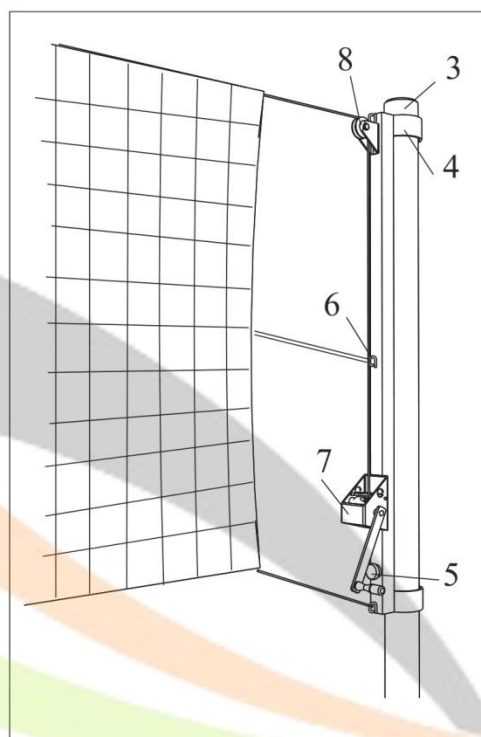
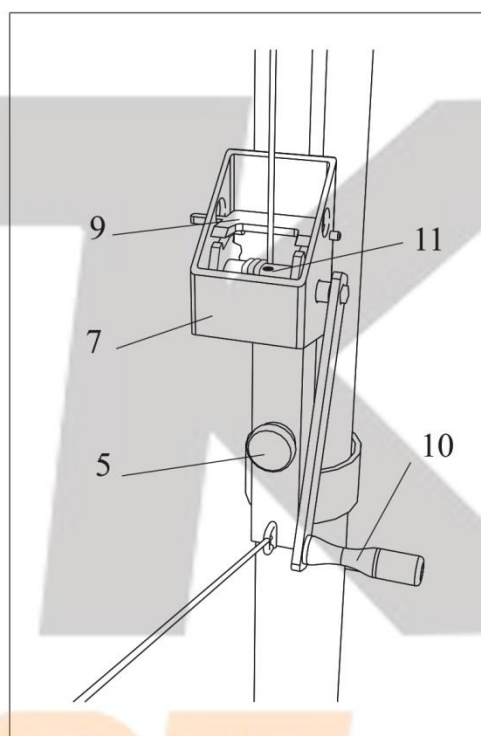

Рис. 2
Рис. 4
- другой конец троса перекинуть через ролик **8** активного ползунка (рис. 2), продеть через отверстие **11** на валу механизма натяжения **7** (рис. 4) и сделать несколько оборотов (вращая ручку **10** на себя), чтобы убрать слаbinу троса;